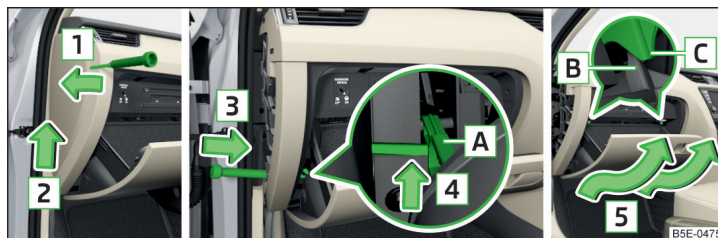

Fig. 232 Torpedoul de pe partea pasagerului față: Volanul pe dreapta
- Introduceți o șurubelniță sub capacul lateral » fig. 232.
- Introduceți tamponale limitatoare B ale compartimentului de depozitare în spatele suporturilor C » fig. 232.